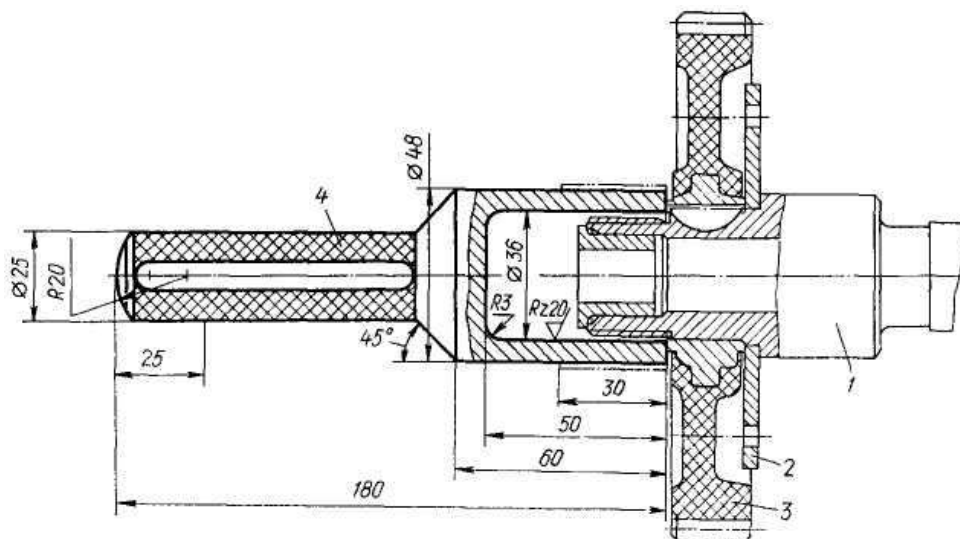

Рис. 60. Оправка для напрессовки шестерни распределительного вала:
- напрессуйте шестерню распределительного вала на шейку распределительного вала (рис. 60) и закрепите её гайкой;